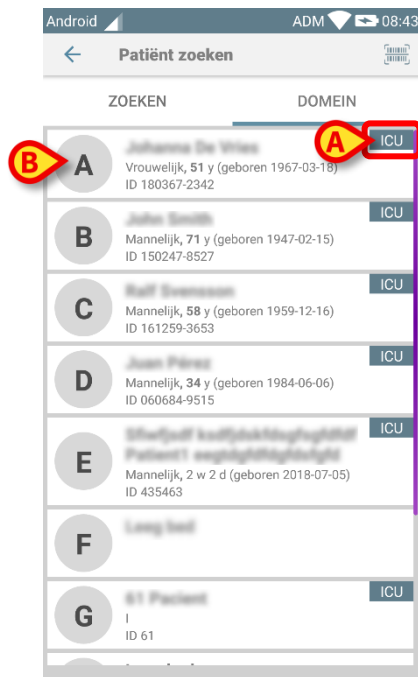
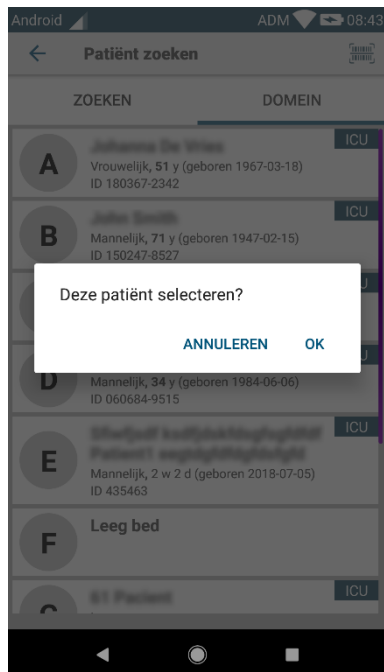

Fig 40
Fig 41
- Tik op het tabblad "DOMEIN". Het volgende venster zal verschijnen (Fig 40)
In Fig 40 alle patiënten worden vermeld, ongeacht hun domein. Het label in de rechterbovenhoek van elke tegel markeert het domein van de patiënt (Fig 40 **A**). Eén enkele patiënt kan worden geselecteerd door de tegel te raken die overeenkomt met zijn/haar bed. Alleen als voorbeeld:
- Tik op de tegel aangegeven in Fig 40 **B**. Gebruikersbevestiging is vereist (Fig 41).